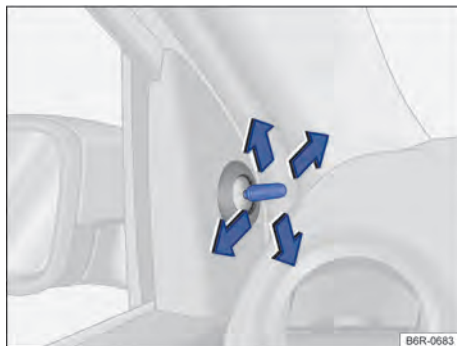

Fig. 78 Nas portas dianteiras: botão de ajuste dos espelhos retrovisores externos mecânicos.
- ◀ – Movimentar o botão de ajuste no revestimento das portas dianteiras → Fig. 78.